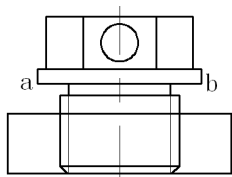

图 3-86 移动矩形
⑭ 单击“默认”选项卡“绘图”面板中的“矩形”按钮 $\square$ ，绘制一个长度为 30、宽度为 8 的矩形；然后单击“默认”选项卡“修改”面板中的“移动”按钮 $\rightarrow$ ，将绘制的矩形移动到如图 3-86 所示的位置。